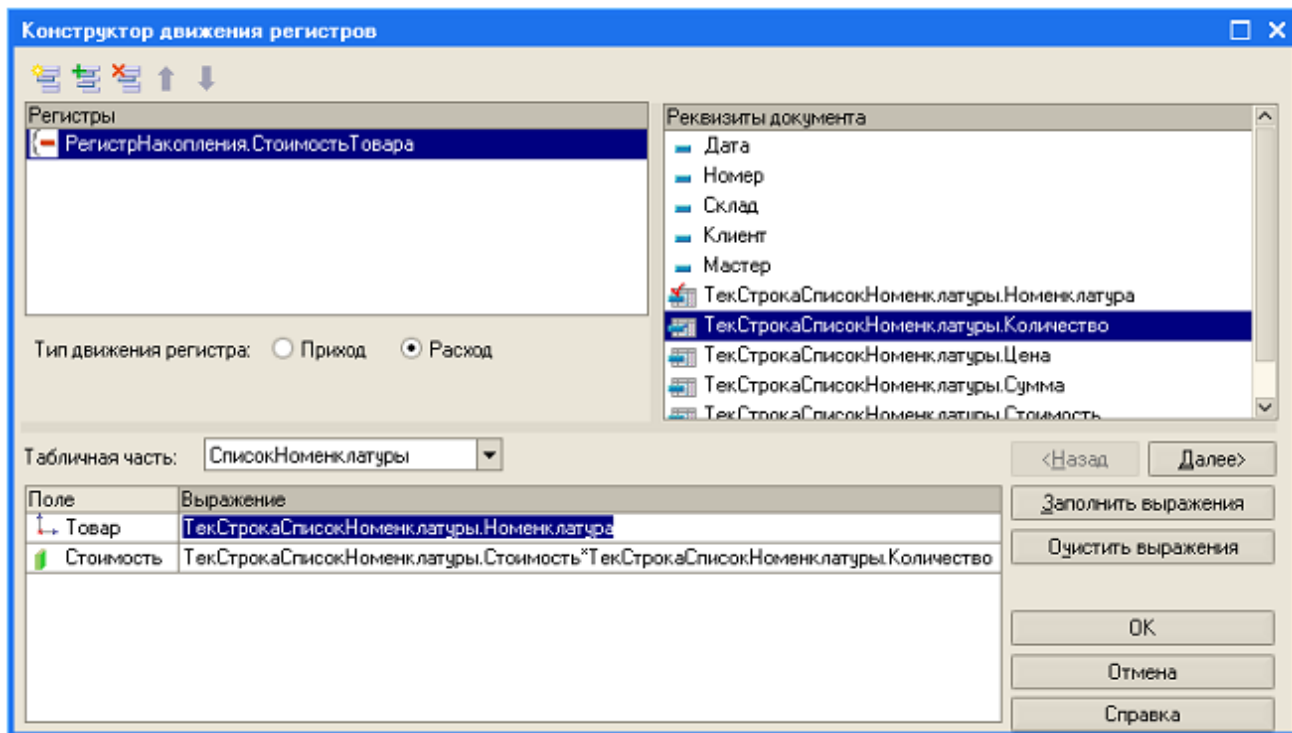

Рис. 100
- опишите движения документа учитывая, что стоимость вычисляется как произведение стоимости и количества, указанных в табличной части (рис. 100);